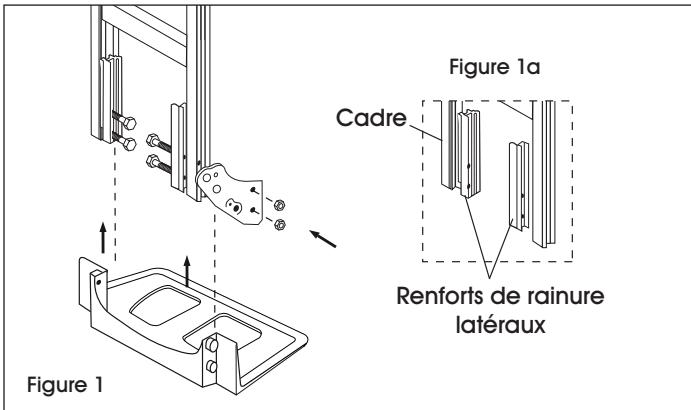

Figure 1
1. Positionnez les renforts de rainure latéraux contre les glissières à l'extrémité inférieure du cadre. (Voir Figure 1a) Glissez la bavette dans la cannelure des renforts de rainure latéraux en gardant les trous de boulon alignés. (Voir Figure 1)
2. Insérez quatre boulons à tête hexagonale de 5/16 po-18 x 2 1/4 po à travers la bavette, les renforts de rainure latéraux et le cadre. (Voir Figure 1)
3. Insérez le support de roue (droit) dans les boulons à l'extérieur du pied du cadre et fixez-le à l'aide de deux écrous freinés de 5/16 po, mais NE serrez PAS. (Voir Figure 1)